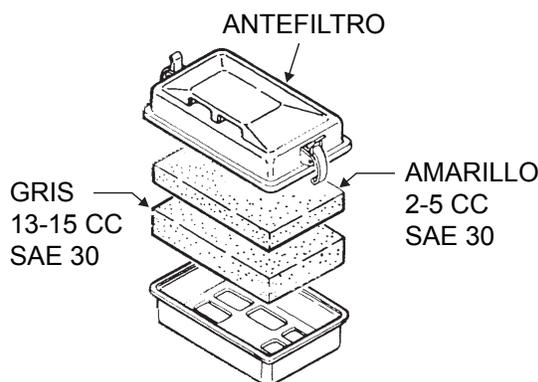

Figura 13. Antefiltro
1. Quite el elemento del antefiltro (Figura 13) en la parte superior del cárter (lado del cuerpo) y límpielo con aceite (queroseno).